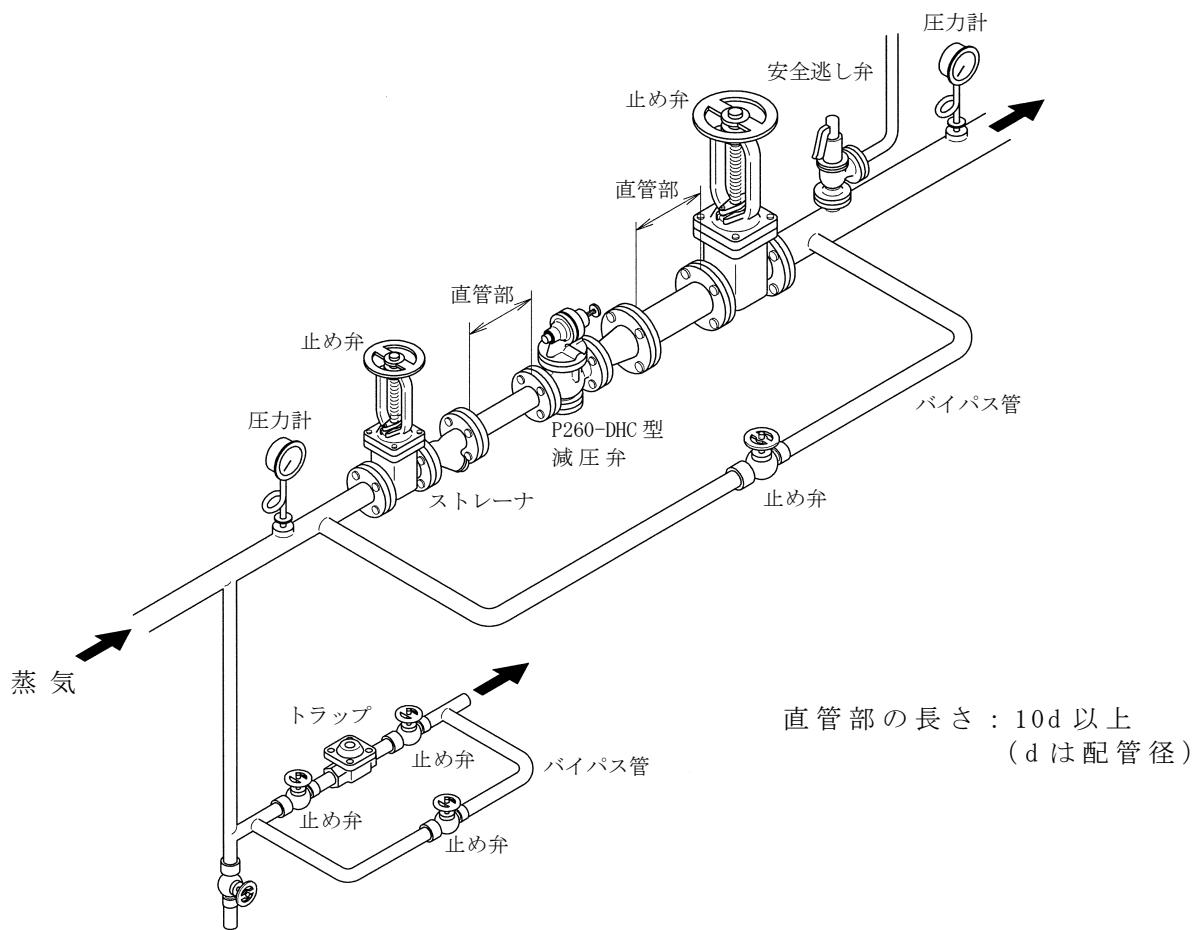

図 4 配管例図
- 配管に際しては、減圧弁の弁箱の矢印と蒸気の流れ方向を必ず一致させて水平配管に垂直に取付けてください。また、図4の配管例図に示すように、止め弁、ストレーナ、安全逃し弁、圧力計、バイパス管及びスチームトラップを必ず設けてください。なお、減圧弁の前後にはできるだけ10d以上(d:配管径mm)の直管部を設け、二次側流速が30m/sを超える場合にはレジューサを取り付け二次側配管の拡大をお勧めします。
- 4.1 配管に際しては、減圧弁の弁箱の矢印と蒸気の流れ方向を必ず一致させて水平配管に垂直に取付けてください。また、図4の配管例図に示すように、止め弁、ストレーナ、安全逃し弁、圧力計、バイパス管及びスチームトラップを必ず設けてください。なお、減圧弁の前後にはできるだけ10d以上(d:配管径mm)の直管部を設け、二次側流速が30m/sを超える場合にはレジューサを取り付け二次側配管の拡大をお勧めします。